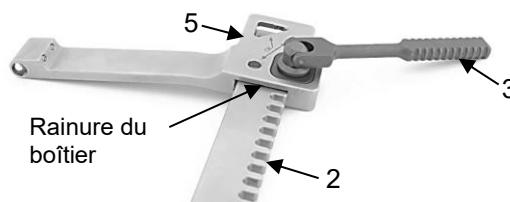

Fig. 16
Faire passer la crémaillère (2) dans la rainure du boîtier (5) jusqu'à ce que la roue dentée du levier d'entraînement (3) s'enclenche dans la crémaillère (2) (Fig. 16).